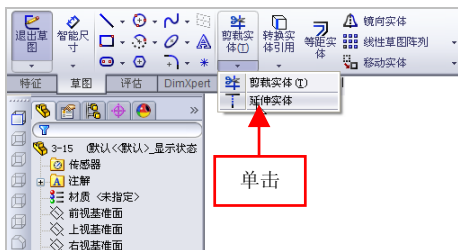

图 3-16 单击【延伸实体】按钮
(2) 在绘图区中任意选择一条边线对象，弹出对话框，单击【编辑草图】按钮，进入草图绘制环境，单击【延伸实体】按钮，如图 3-16 所示。